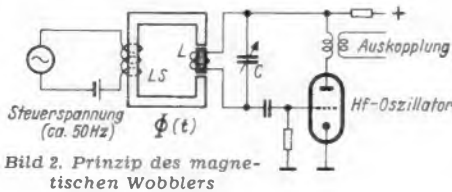

Bild 2. Prinzip des magnetischen Wobblers
1. Der magnetische Typ. Bild 2 zeigt den grundsätzlichen Aufbau. Die Spule L eines HF-Oszillators, die auf einen HF-Eisenkern oder Ferroxcube-Kern gewickelt ist, liegt im Feld eines Elektromagneten, dessen Kraftfluß durch einen Wechselstrom niedriger Frequenz gesteuert wird. Im Rhythmus des Kraftflusses ändert sich die Permeabilität μ des HF-Kernes und damit die Selbstinduktion und mit ihr die Frequenz des HF-Oszillators. Mit Hilfe des Drehkondensators kann die Mittelfrequenz geändert werden. Man ersieht, daß es recht schwierig sein wird, eine frequenzlineare Wobbelung zu erreichen. Legt man an die Steuerspule LS z. B. eine sägezahnförmige